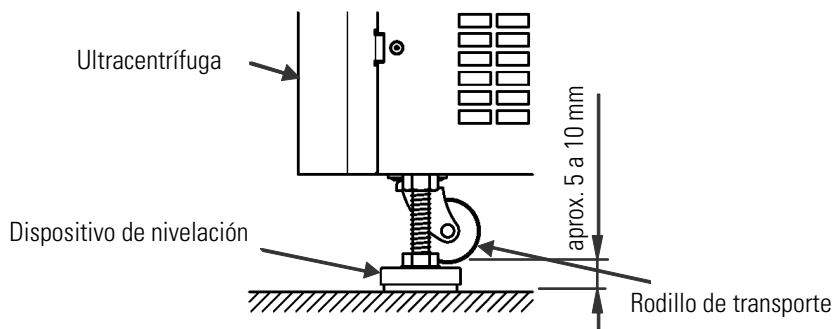

Figura 5-2. Nivelación de la ultracentrífuga
(1) Girar los dispositivos de nivelación con una llave fija y levantar los rodillos de transporte unos 5 a 10 mm del suelo, véase la figura 5-2.